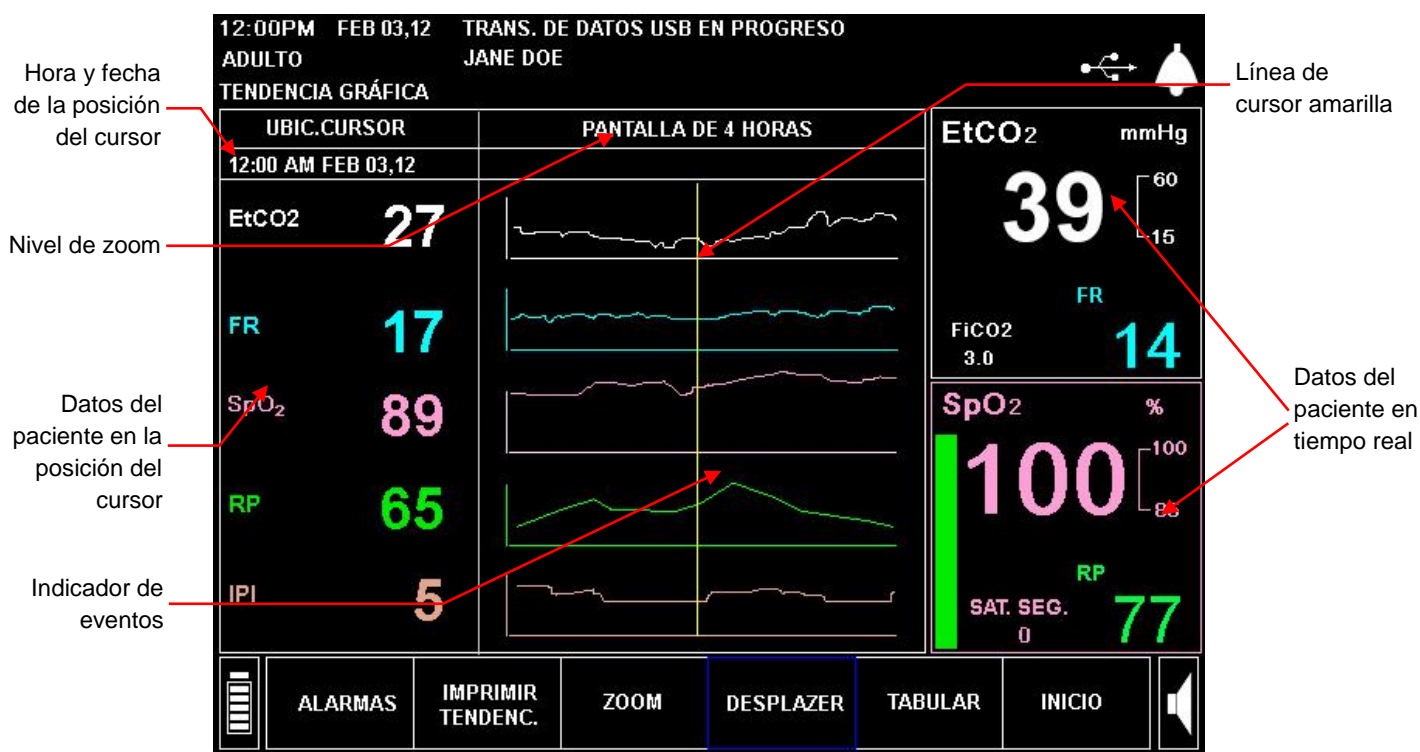

Figura 31 – Visualización de tendencias en gráfico
- Desde la pantalla de inicio, use el mando de control para seleccionar **TENDENCIA** desde los botones de la barra de menús de la parte inferior de la pantalla. En la Figura 31 – Visualización de tendencias en gráfico, más adelante, puede ver el ejemplo de una pantalla de tendencia gráfica.
- Línea de cursor amarilla: la línea amarilla vertical se extiende por los cuatro gráficos y se puede desplazar con el mando de control cuando está seleccionada la opción **DESPLAZAR**. La línea del cursor muestra la localización actual en los datos de tendencias con la fecha y hora exactas enumeradas bajo el encabezado **UBIC.CURSOR** (posición del cursor) situado cerca de la parte superior izquierda de la pantalla, como se muestra en la Figura 31 – Visualización de tendencias en gráfico de la página 86.
Para encontrar un evento o una alarma, desplácese por la visualización gráfica para ver los marcadores de evento y alarma como se ha indicado anteriormente en la Figura 31 – Visualización de tendencias en gráfico de la página 86. Coloque la línea amarilla del cursor sobre el marcador de alarma en rojo y salga del modo de desplazamiento haciendo clic en el mando de control. Cuando utilice la función de zoom para ver un periodo de tiempo diferente, el cursor aparecerá en el centro de la pantalla gráfica a la hora apropiada en la que se marcó en la pantalla anterior.